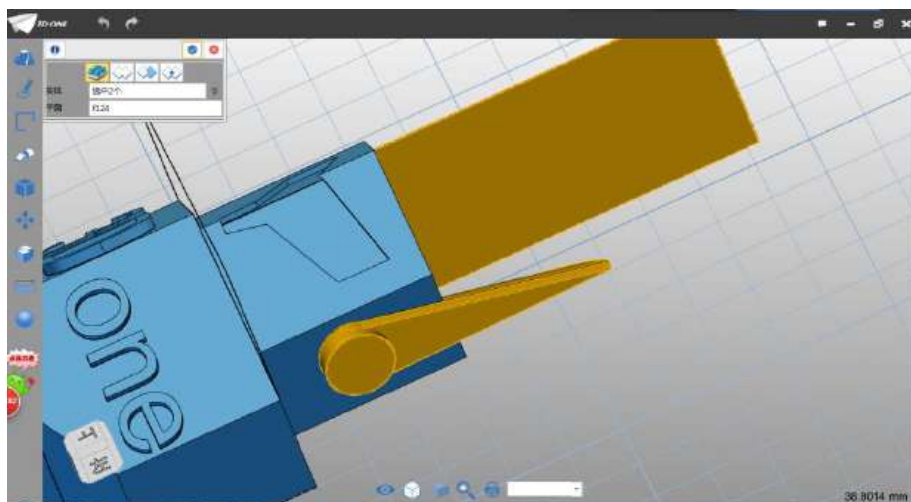

图 2-27
Step 27 平面区域选择上步骤拉伸的平面，如下图 2-27 所示：